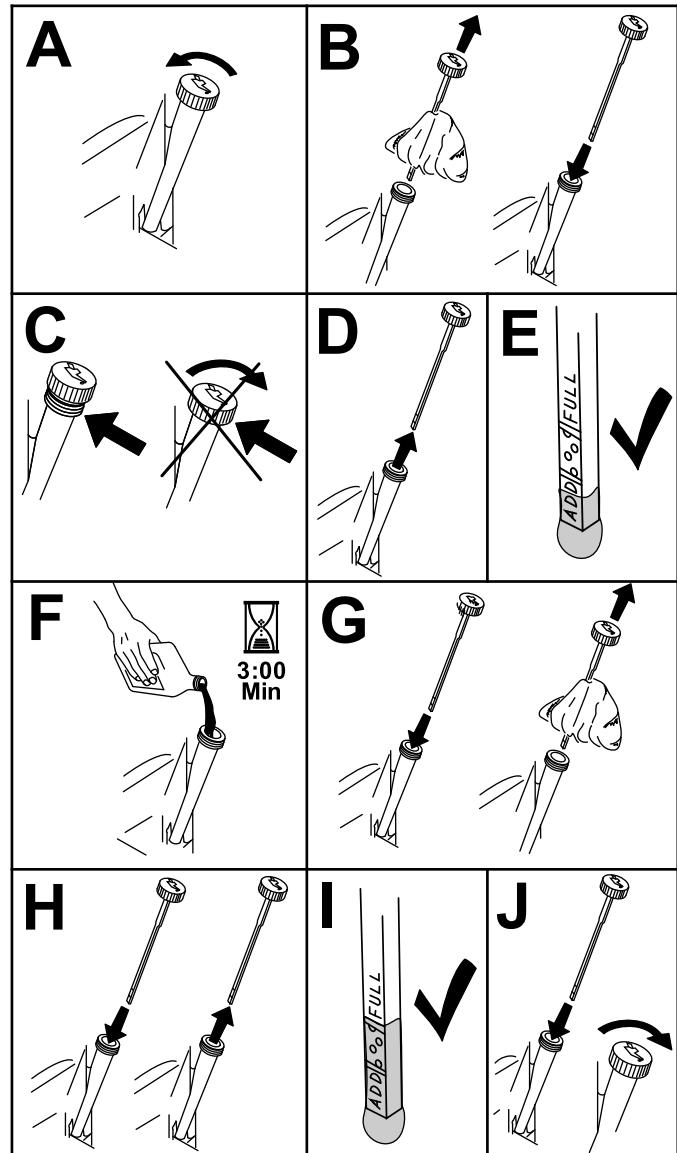

Bild 44
3. Kontrollieren Sie den Ölstand wie in (Bild 44) gezeigt.